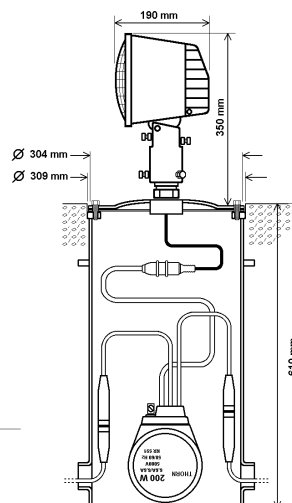

FIG 3
- A nivel del suelo en manguito de rotura y base FAA (Fig. 3).